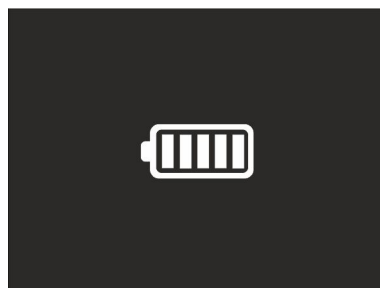

Fig. 55: Indication de la charge complète de la batterie
3. Lorsque le symbole «  » est allumé en permanence, le processus de chargement est terminé (voir Fig. 55)